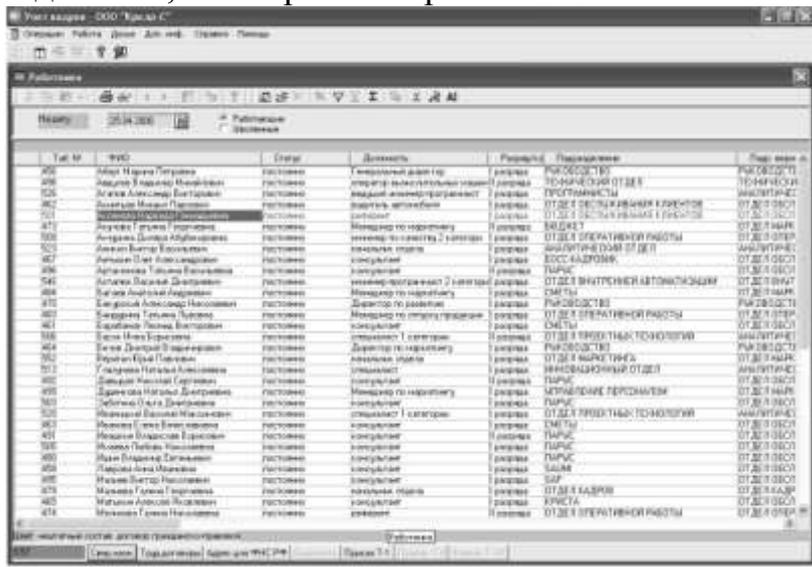

Рис. 11 – Список работающих предприятия.
*Работающие / Уволенные* – с помощью данного переключателя можно выбрать, по каким работникам необходимо отразить информацию в списке: по работающим или по уволенным. На Рис.. 11 переключатель установлен в положение *Работающие*.
**2. Общий список работающих на предприятии.** Меню: *Кадры / Список работников*. Если необходимо найти работника по фамилии или табельному номеру, но неизвестно, в каком из подразделений предприятия он работает, то способ доступа, описанный в предыдущем пункте, не является достаточно эффективным (Рис. 11).